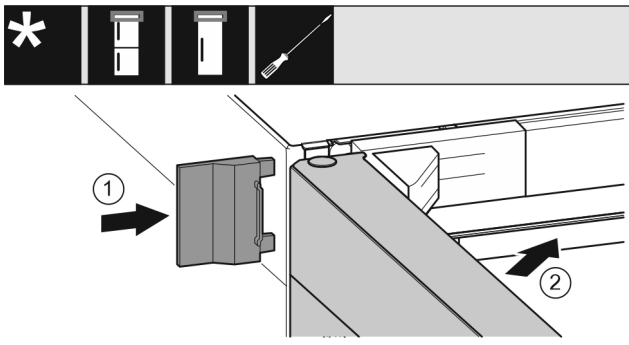

Fig. 21
- ▶ Skjut på det yttre skyddet. *Fig. 21 (1)*
- ▶ Stäng den övre dörren. *Fig. 21 (2)*